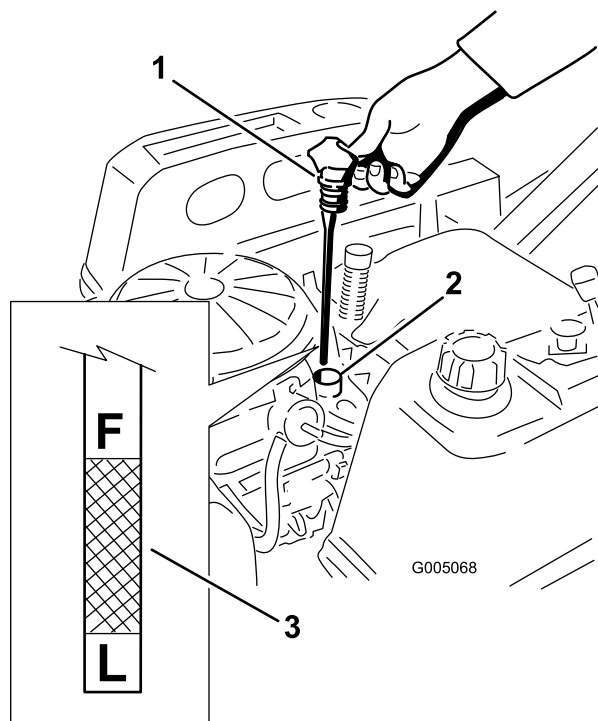
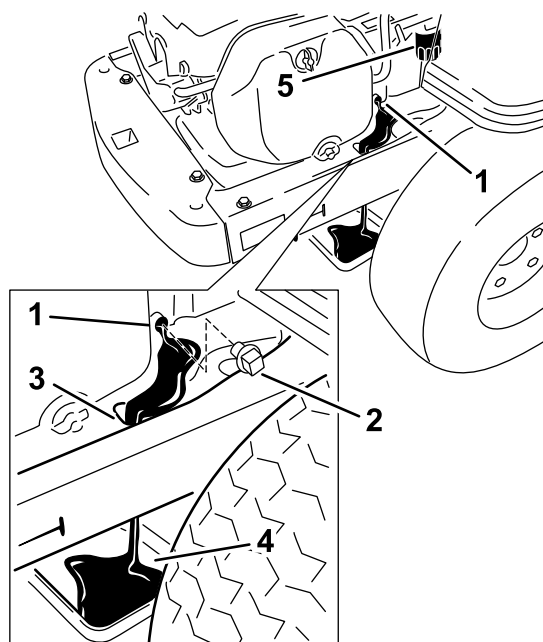

Figura 24
Figura 25
4. Tirate e rimuovete il tappo dell'olio/l'asta di livello; rimuovete l'olio. Reinserite l'asta di livello e premete con forza in sede (Figura 24).
5. Rimuovete l'asta e controllate il livello dell'olio. (Figura 24).
5. Pulite l'area attorno al tappo di spurgo e sul telaio della macchina. Collocate un vassoio raccoglitore sotto la macchina direttamente sotto il foro di spurgo nel telaio, come indicato nella Figura 25.
6. Rimuovete il tappo di spurgo dell'olio (Figura 25). Togliete il tappo/asta del rabbocco dell'olio (Figura 24).
8. Rimuovete il vecchio filtro e pulite lo spessore di montaggio (Figura 25).
9. Una volta completato lo spurgo dell'olio, montate il tappo. Serrate il tappo a una coppia di 14 Nm. Tergete l'olio superfluo presente sul telaio (Figura 25).
13. Versate lentamente nel tubo di rifornimento (Figura 24) l'80% circa dell'olio indicato.
14. Montate il tappo dell'olio e l'asta di livello e spingete saldamente in sede (Figura 24).
15. Controllate il livello dell'olio (Figura 24); vedere Controllo del livello dell'olio.
17. Montate il tappo dell'olio e l'asta di livello e spingete saldamente in sede (Figura 24).